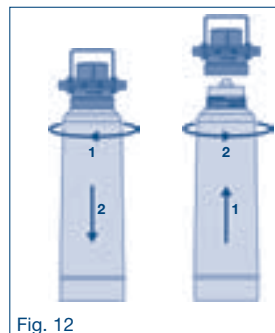

Fig. 12
2. Retirez la cartouche filtrante de la tête de filtre en la dévissant dans le sens des aiguilles d'une montre (voir la fig. 12). La tête de filtre pivote sur 90° sur le support de filtre pour faciliter le démontage de la cartouche filtrante.
4. Procédez à l'installation de la cartouche filtrante neuve tel que décrit dans le chapitre 6.8 (voir la fig. 12).